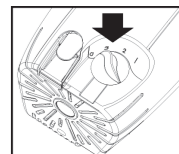

Figura 12
• Este ventilador possui um seletor com 03 velocidades. Para acionar o ventilador, gire o seletor iniciando da velocidade maior até o menor sentido horário (figura 12).